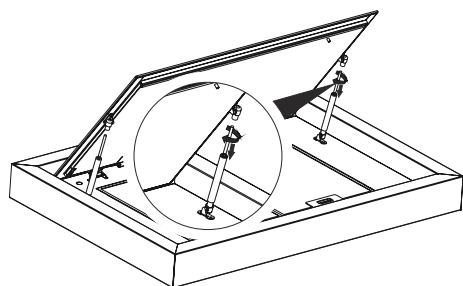

Abb. 12
2. Drehen Sie die Kolbenstange in Pfeilrichtung, um die Verbindung zu lösen. (Abb. 12).